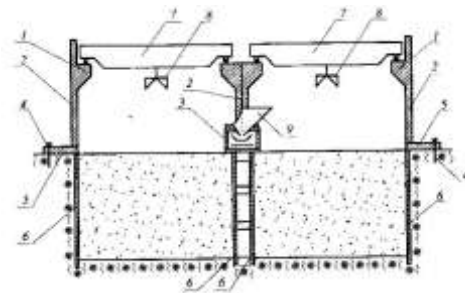

Рис. 3. Двофланговий склад
2) Вважається за доцільне прийняття здвоєного (двофлангового складу залікового типу) – рисунок 3. Тут передбачається центральне розташування конвеєрною галереї з поворотним бункером.